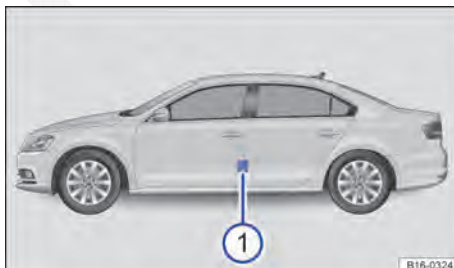

Fig. 214 Na coluna do condutor: etiqueta com as pressões dos pneus (1) (alternativa ao lado interno da portinhola do tanque).
com as pressões dos pneus está na coluna da porta do condutor ⇒ Fig. 214 ① ou na parte interna da portinhola do tanque.